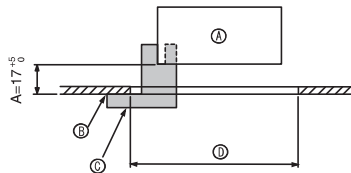

Fig. 9-2
9.2. การเตรียมการติดตั้งตะแกรง (Fig. 9-2)
- ใช้เกจ ③ ที่ให้มาพร้อมคู่มือชุดนี้ ปรับและเช็คตำแหน่งของเครื่องให้ติดกับเพดาน หากเครื่องติดตั้งในตำแหน่งที่ไม่เหมาะสมกับเพดาน อาจทำให้อากาศรั่วและเกิดการสะสมของหยดน้ำ